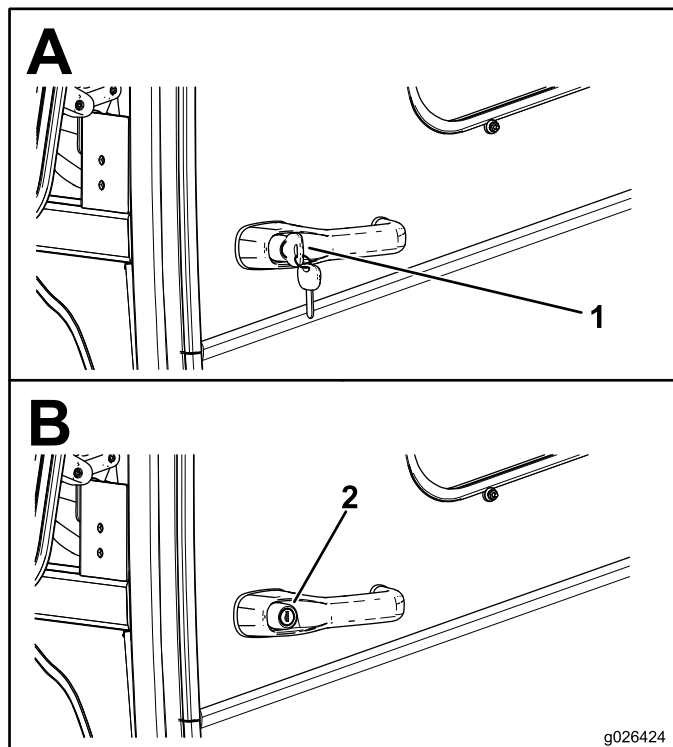

Figura 10
1. Insira a chave na abertura da pega se a porta estiver trancada, e rode a chave para a posição de aberto (Figura 10).
2. Empurre o botão na pega e abra a porta (Figura 10).